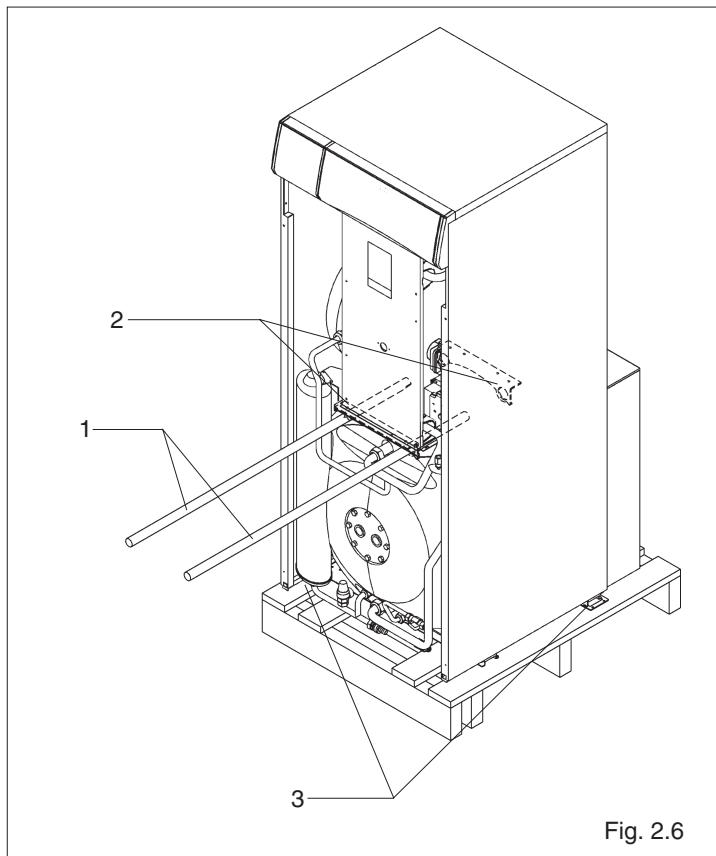

Fig. 2.6
- rimuovere le viti che fissano la caldaia al pallet in legno tramite due staffe (3) (fig. 2.6)
- sollevare la caldaia utilizzando due tubi da 3/4" (1) inseriti nelle apposite aperture (2) (fig. 2.6).